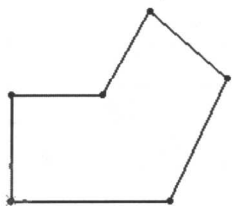

图 1-4 绘制草图
(4) 进行草图绘制。用草图工具生成一草图，如单击“草图”工具栏中的“直线”按钮，绘制如图 1-4 所示的草图。这里将其中一个特征点定在原点上，为下一步标注和添加几何关系作好准备。